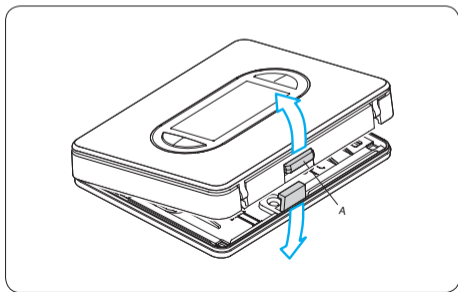

Fig. 2
- Aprire l'apparecchio premendo il pulsante **A** (fig. 2) e tirando contemporaneamente nel senso delle frecce.